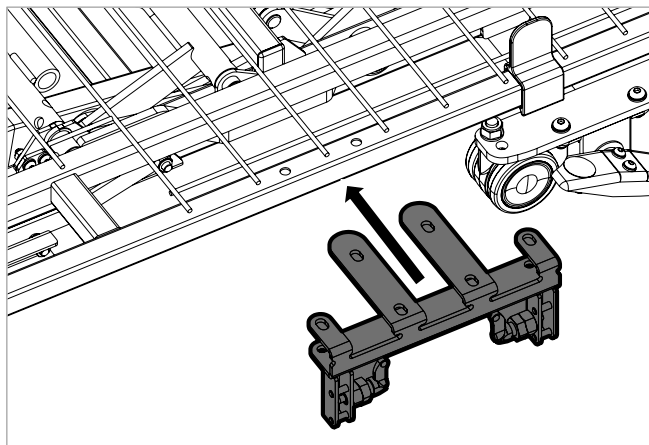

Figure 6.3
2. Faites glisser le support de montage de la barre d'assistance à levier sur la plateforme du dossier, comme indiqué à la figure 6.3, de manière à ce que les trous du support soient alignés avec les trous du dossier du lit. **Assurez-vous que tous les câbles sont éloignés du support avant le montage pour éviter tout dommage.**